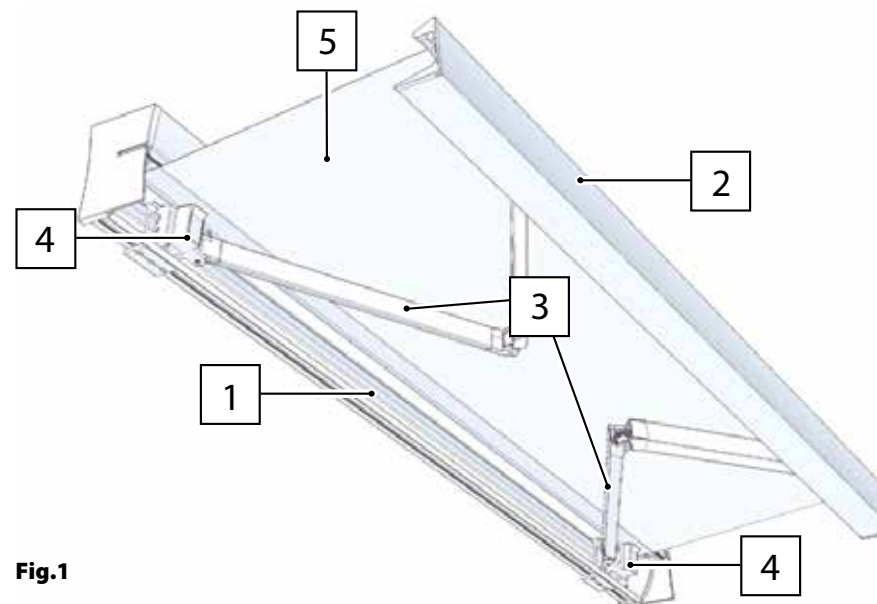

Fig.1
- La struttura metallica costituisce il telaio portante contenente, all'interno, i vari meccanismi atti alla movimentazione di apertura/chiusura della tenda. Si compone di un cassonetto (rif. 1 fig. 1), un profilo terminale (rif. 2 fig. 1), una coppia di bracci estensibili (rif. 3 fig. 1), di una coppia di supporti laterali (rif. 4 fig. 1).
- Il telo (rif. 5 fig. 1) funge da protezione e copertura.